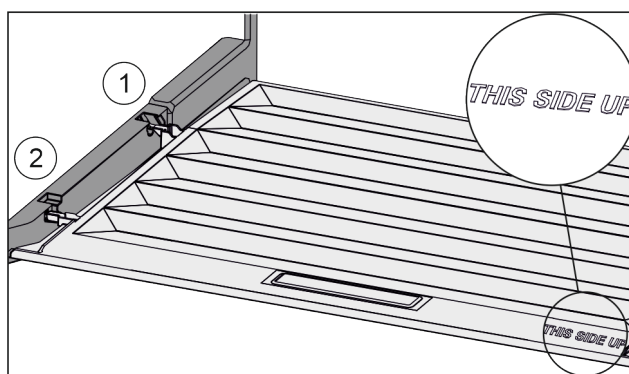

Fig. 68
- ▶ Sätt in lockbygeln över öppningen för den bakre hållaren Fig. 68 (1) och fäst den framtill i hållaren Fig. 68 (2).